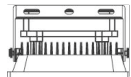

Рис. 2 Кронштейн для крепления светодиодного прожектора
- 6.1 Прожектор устанавливается на поверхности при помощи кронштейна с тремя отверстиями (рис. 2).